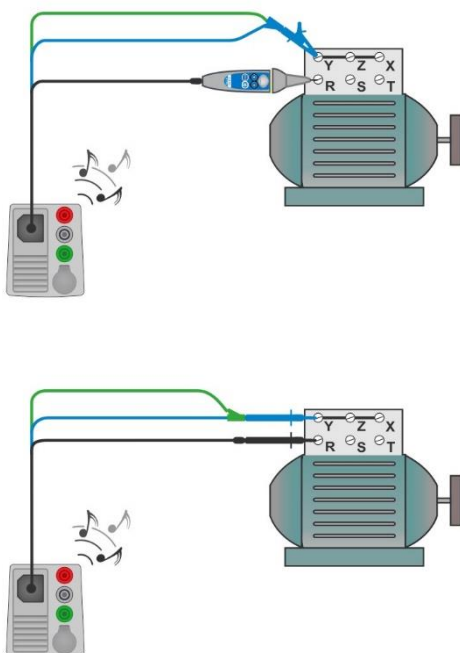

Figura 7.28: Aplicaciones de la Punta Commander y la punta de prueba de tres hilos
- › Conecte las puntas de prueba al objeto a prueba (vea la **Figura 7.28**).